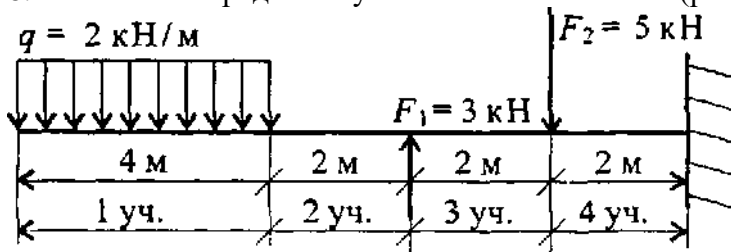

Рис. 3
8. Определите участок чистого изгиба (рис. 3).